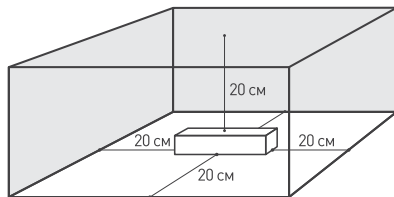

Рис. 1.
- 4.3. Для естественной вентиляции обеспечьте свободное пространство вокруг источника питания не менее 20 см, как изображено на рис. 1. При невозможности обеспечить свободное пространство используйте принудительную вентиляцию. В случае установки в ограниченном пространстве (например, лайтбокс или профиль) предусмотрите обеспечение требуемого температурного режима источника питания. Не допускайте работу блока питания с температурой корпуса, равной T_c , т. к. это снижает гарантийный срок в 2 раза.